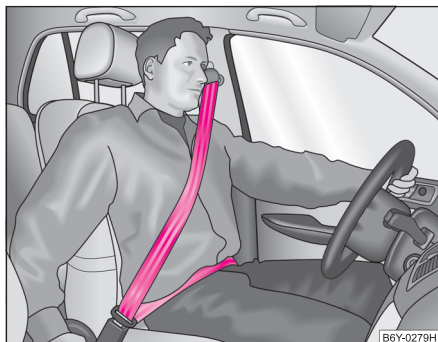

Abb. 109 Gurtbandverlauf des Schulter- und Beckengurtes
- Der Schultergurt-Teil darf niemals über den Hals verlaufen, sondern muss ungefähr über die Schultermitte verlaufen und gut am Oberkörper anliegen. Der Beckengurt-Teil muss vor das Becken gelegt werden, darf nicht über den Bauch verlaufen und muss immer fest anliegen ⇒ Seite 148, Abb. 109. Das Gurtband gegebenenfalls ausrichten.